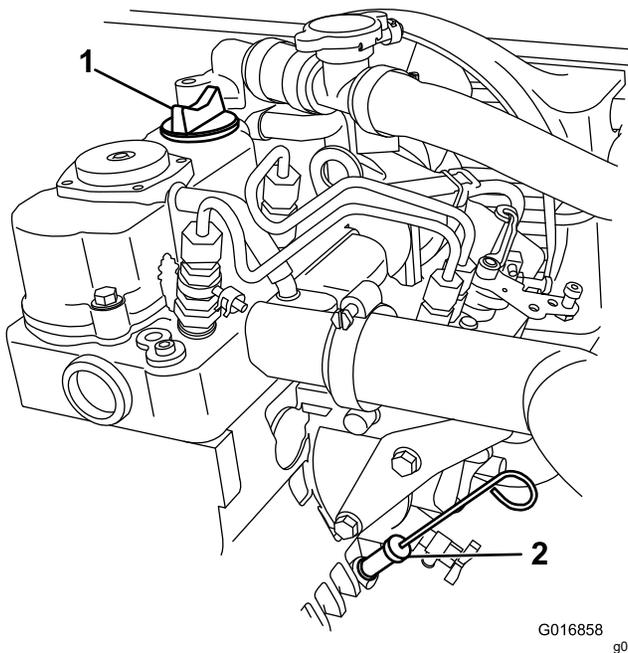

Рисунок 19
3. Очистите поверхность вокруг масломерного щупа салфеткой (Рисунок 19), чтобы загрязнения не могли попасть в трубку масломерного щупа и привести к повреждению двигателя.
5. Вставьте щуп в трубку масломерного щупа до упора (Рисунок 19).
6. Извлеките масломерный щуп и определите по нему уровень масла (Рисунок 19).
7. Вставьте масломерный щуп до упора (Рисунок 19).